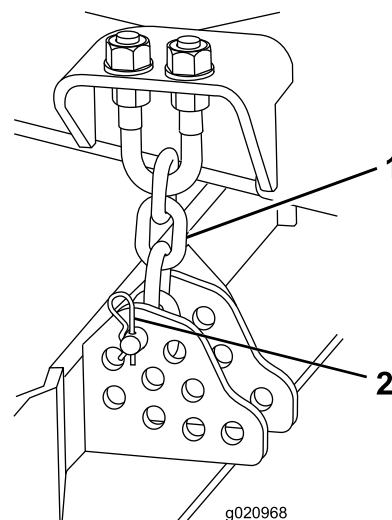

Figura 20
10. Retire la chaveta y el pasador que fijan las cadenas de ajuste de la altura de corte a la parte trasera de la unidad de corte (Figura 20).